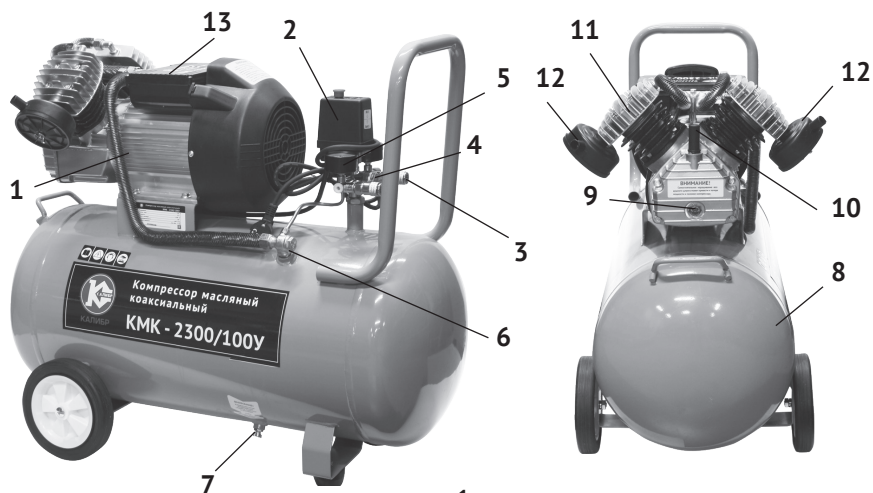
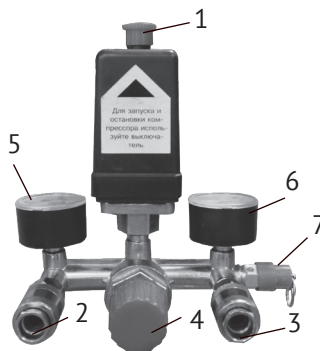

рис. 1
рис. 3
4.1 Общий вид компрессора схематично представлен на рис.1
4.2 Картер компрессорной группы (рис.1 поз.1) с двигателем закреплены на металлическом корпусе ресивера (рис.1 поз.8). Вращение якоря двигателя преобразуется кривошипно-шатунным механизмом в возвратно-поступательное движение поршней двух цилиндров с V-образным расположением. Сжатый воздух из выпускных клапанов цилиндров подаётся в ресивер. При подключении к быстроразъёмным выходным штуцерам (рис.1 поз.3) коллектора пневмоинструмента, сжатый воздух подаётся к инструменту. Выходное давление в штуцерах регулируется редуктором и контролируется манометрами.
При подключении компрессора к сети питания, убедитесь что, выключатель реле давления (рис.3 поз.1) находится в позиции «Выкл», положение «Нажато». Запустите компрессор, переведя выключатель в позицию «Вкл», положение «Отжато». Для обеспечения хорошей работы компрессора при первом запуске рекомендуется оставить компрессор работающим в течение 5 - 8 минут с полностью открытыми выходными кранами (рис.3 поз.2,3) и редуктором (рис.3 поз.4), после чего откройте вентиль слива конденсата (рис.1 поз.7), находящийся снизу ресивера и слейте конденсат. После первых 5-ти часов работы компрессора проверьте крепление винтов головки цилиндра и фильтров (рис.1 поз.12).
Давление в ресивере показывает манометр расположенный справа (рис.3 поз.6), в то время как манометр находящийся слева (рис.3 поз.5), показывает давление на выходе, которое Вы можете регулировать с помощью редуктора (рис.3 поз.4). Выходной штуцер (рис.3 поз.3) выдаёт сжатый воздух с максимальным рабочим давлением в ресивере, а выходной штуцер (рис.3 поз.2) выдаёт сжатый воздух с рабочим давлением, установленным с помощью редуктора (рис.3 поз.4).
Так же компрессор оснащён предохранительным клапаном (рис.3 поз.7) для ограничения максимального давления в ресивере.
7.3 По окончании работы полностью сбросьте давление, открыв выходные штуцера (рис.3 поз. 2 и 3).